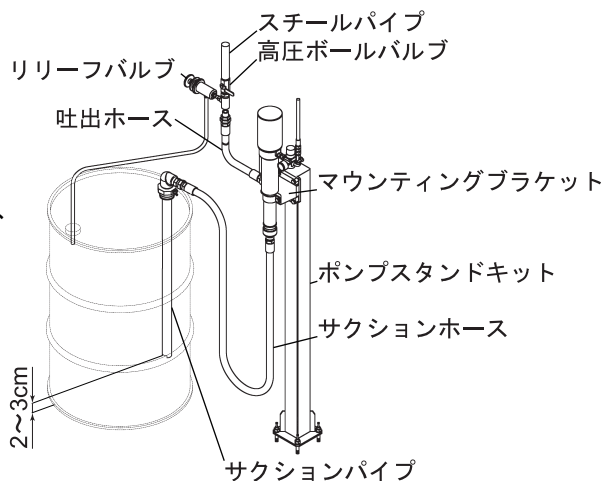

Fig.4
- 1) マウンティングブラケットのポンプ固定用バンドのボルトを緩め、バンドを取外してください。(Fig.4)